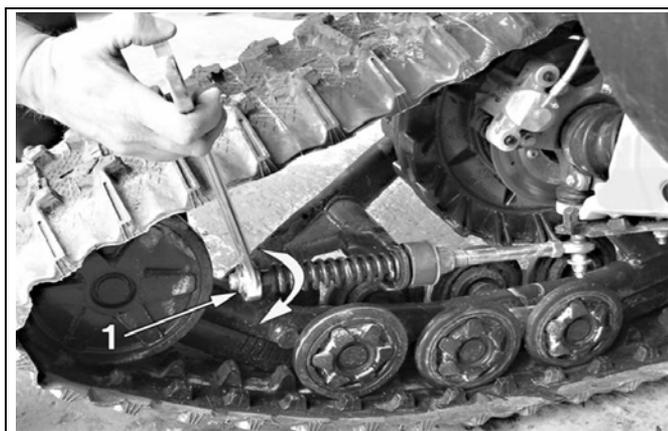
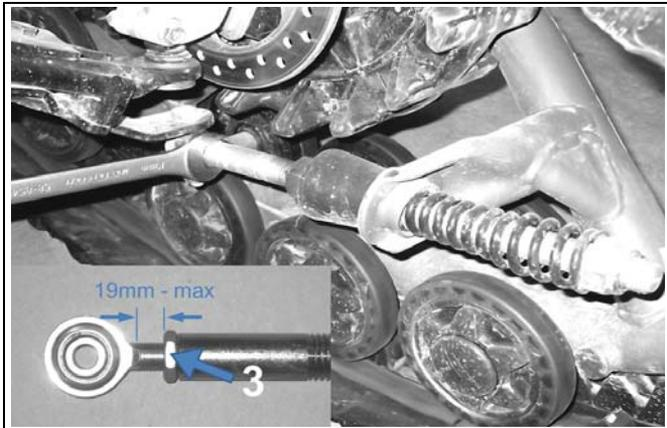

Figure 6
Figure 7
- Tourner l'écrou (1) jusqu'à ce qu'il vienne en contact avec le ressort. Comprimer ensuite le ressort en tournant cet écrou de 1,5 tour (voir la Figure 6).
NOTA: Dans certains cas rares où l'ajustement de l'écrou (article 1, Figure 6) comprimant le ressort se situe près de l'extrémité de la tige filetée, rallonger l'assemblage en desserrant l'écrou de blocage (article 3, Figure 7) et dévisser la tige afin que les filets de la rotule soient visibles sur au plus 19mm. S'assurer que l'écrou de blocage est bien barré contre la tige filetée après l'installation.